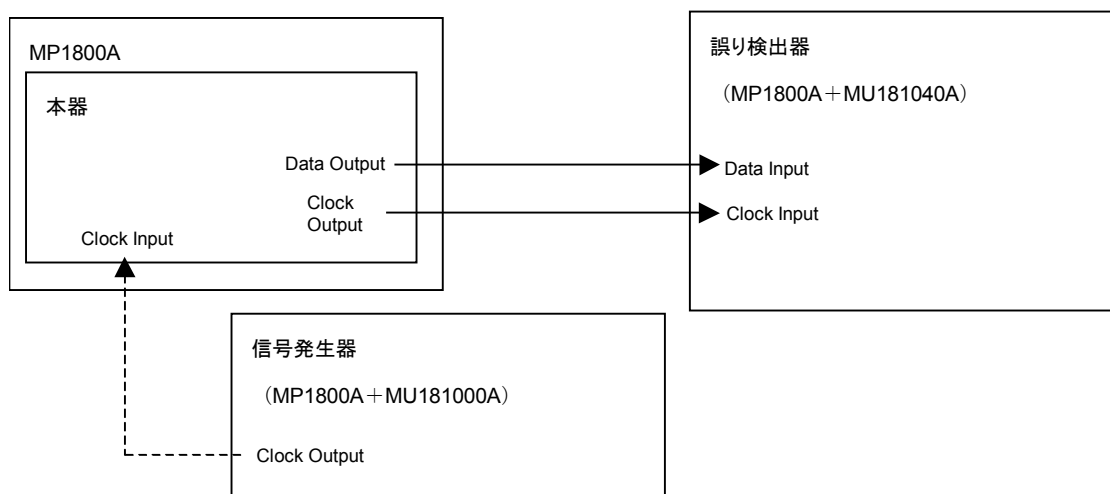

図7.3.1-1 動作周波数範囲試験接続図
6. 図 7.3.1-1 に従って, 測定器のケーブルを接続します。